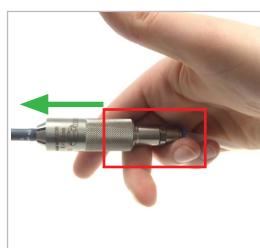

Figure 9
- Saisissez le connecteur par sa partie inférieure (pos. 2) et l'entrée fluide avec une main (voir la zone entourée en rouge) et appuyez contre la pièce d'essai (flèche verte, *figure 9*). Tirez le manchon coulissant (pos. 1) vers l'arrière.